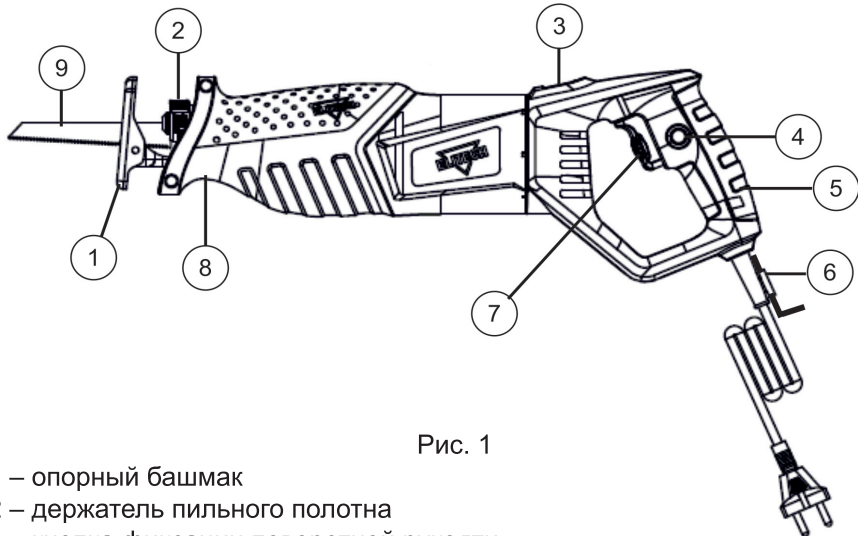

Рис. 1
Регулятор частоты вращения двигателя расположен на выключателе 7 (Рис. 1). Регулятор частоты вращения двигателя ограничивает максимальную скорость вращения при полностью выжатом выключателе. Для увеличения скорости вращения необходимо крутить регулятор в сторону «+», для уменьшения в сторону «-».
2. Нажмите кнопку пуска 7 (Рис. 1)